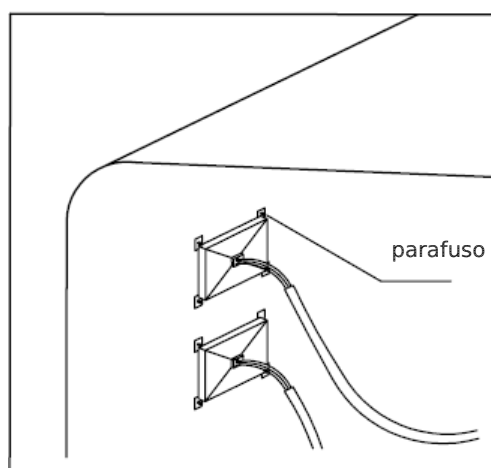

Fig. 5-37- Afinadores do alinhamento dos faróis
- Ajuste o parafuso de alinhamento dos faróis, para corrigir o alinhamento se necessário (Fig. 5-37)